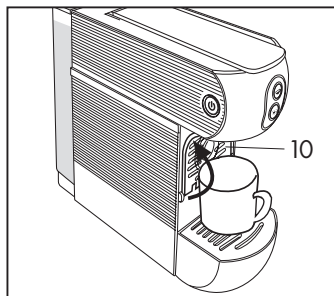

Fig. 5
(Fig. 5)
Abra el soporte (10) para preparar correctamente un café expreso y para utilizar las tazas pequeñas **(Fig. 7)**. Para el uso de tazas grandes, cierre el soporte (10) y coloque la taza directamente en la rejilla recogegotas (5). **(Fig. 5)**